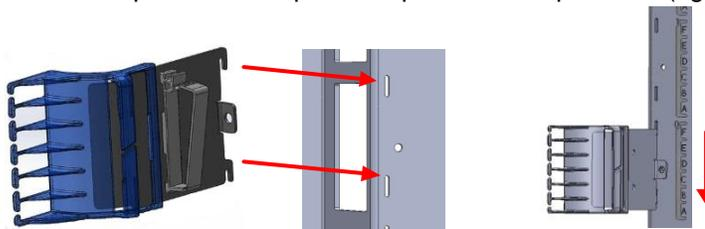

figura 12
6. Una la guía de enrutamiento posterior a la placa de pared lateral posterior (figura 12).